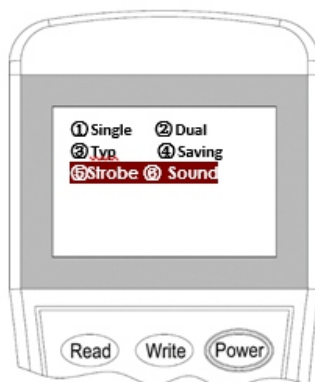

Figura 13
3. Insira “5” para o “Strobe Type” ou “6” para o “Sounder Type” e pressione “Write” para alterar a configuração (Figura 13).